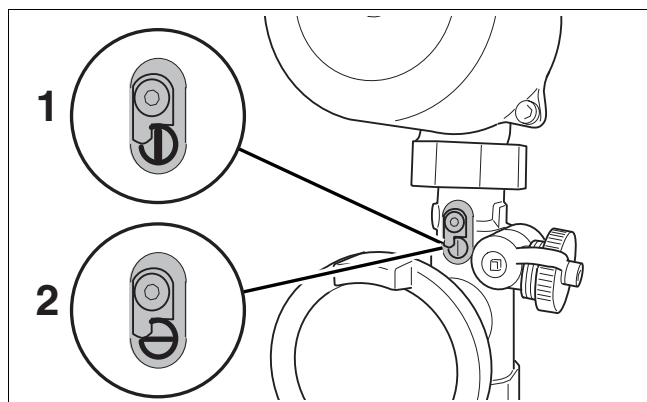

Рис. 100 Обратный клапан
- Открыть обратный клапан группы подключения, повернув на  $\frac{1}{4}$  оборота (рис. 100, поз. 1).
- Снова закрыть обратный клапан, после того как вода из отопительной установки будет полностью слита (рис. 100, поз. 2).